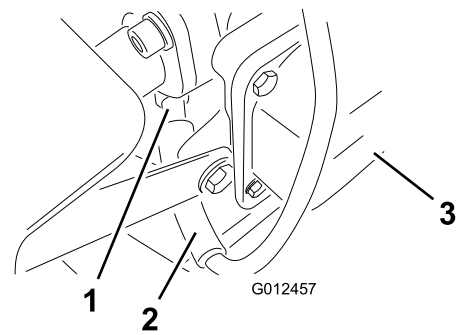

Figure 26
8. Enlevez la bougie et la rondelle métallique (Figure 26).
6. Débranchez le fil de la bougie (Figure 26).
3. Branchez la bougie (Figure 26).